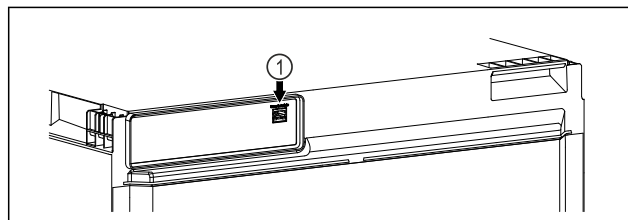

Fig. 27
- SmartModule Fig. 27 (1) ist eingesetzt.